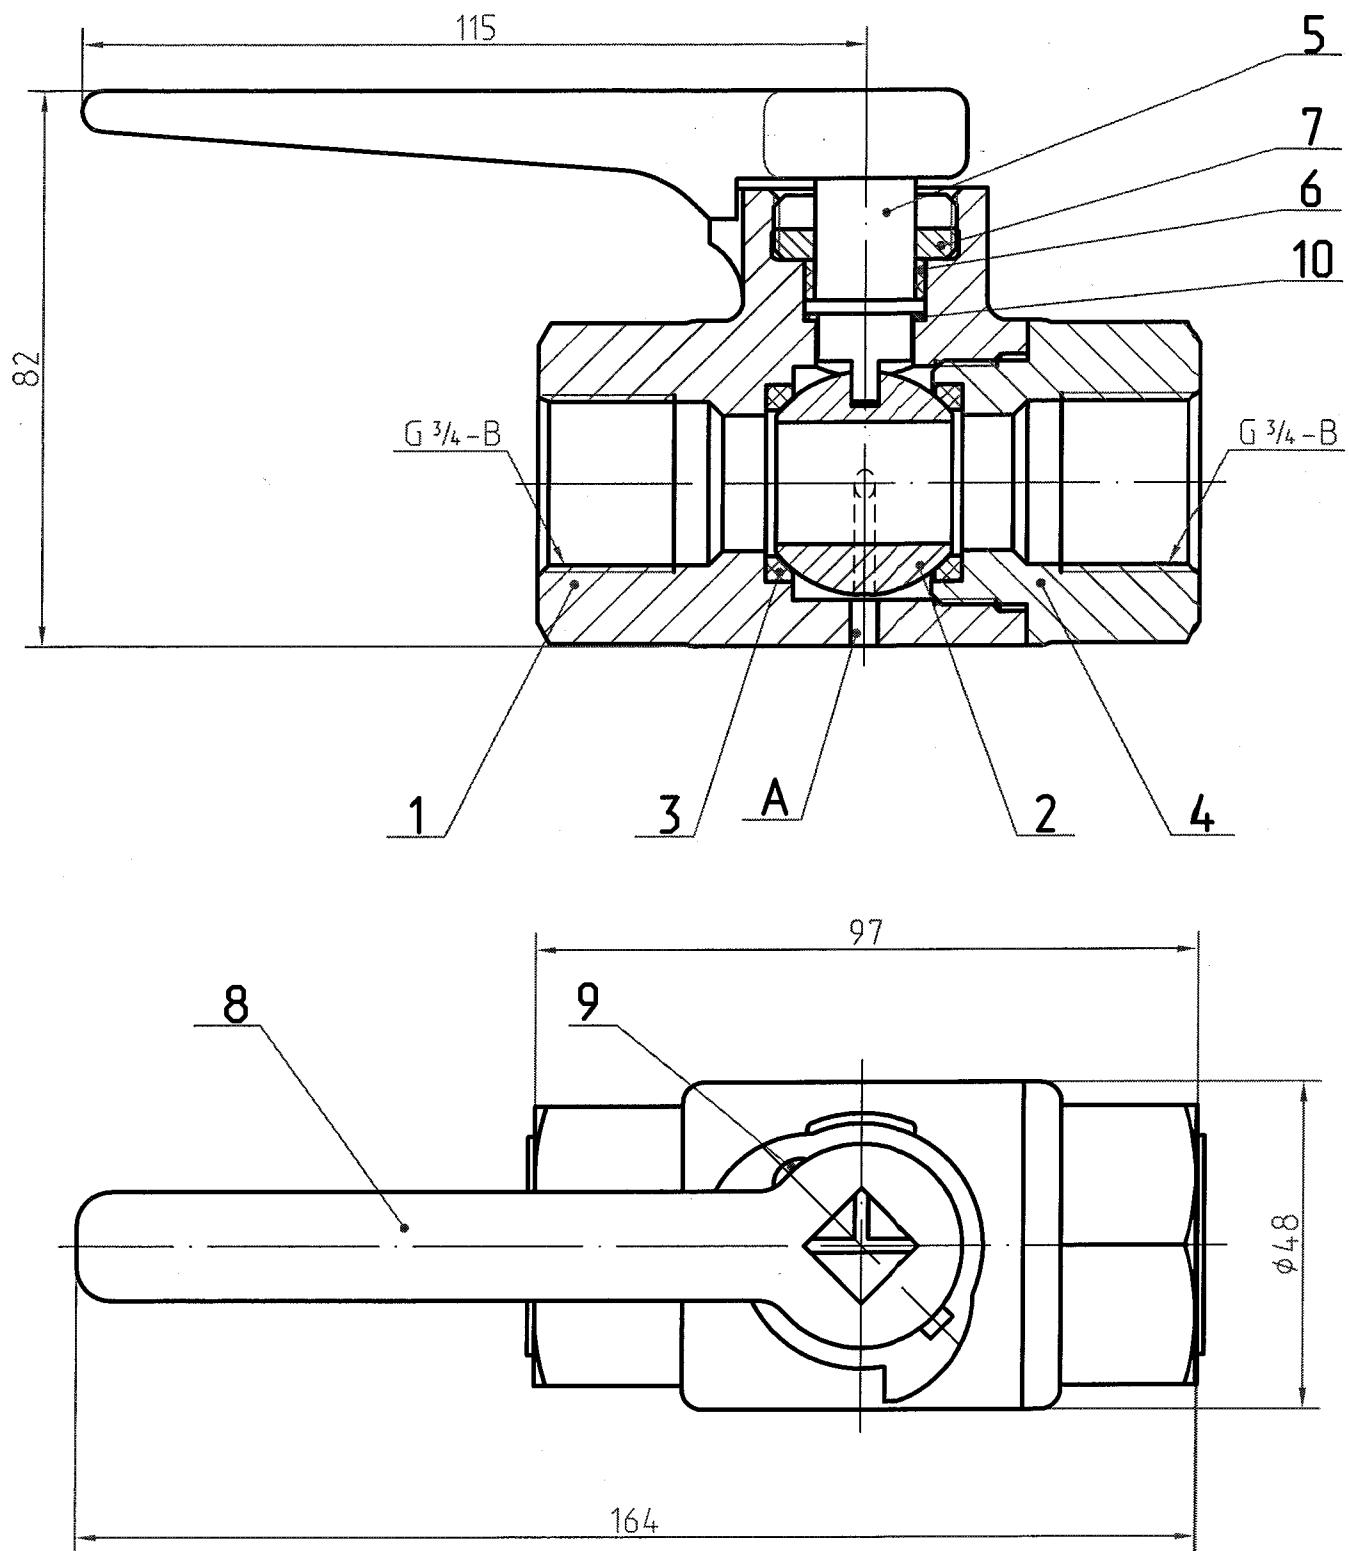

Рисунок 1
1.3.1 Кран состоит из следующих основных деталей (см. рисунок 1): 1 - корпус, 2 - шаровая заслонка, 3 - уплотнительные кольца, 4 – штуцер, 5 - шпиндель, 6 - втулка, 7 - гайка, 8 - ручка, 9- заклепка, 10- прокладка, А - атмосферное отверстие. Размеры даны для справок, конструкция крана может изменяться вследствие технического развития.